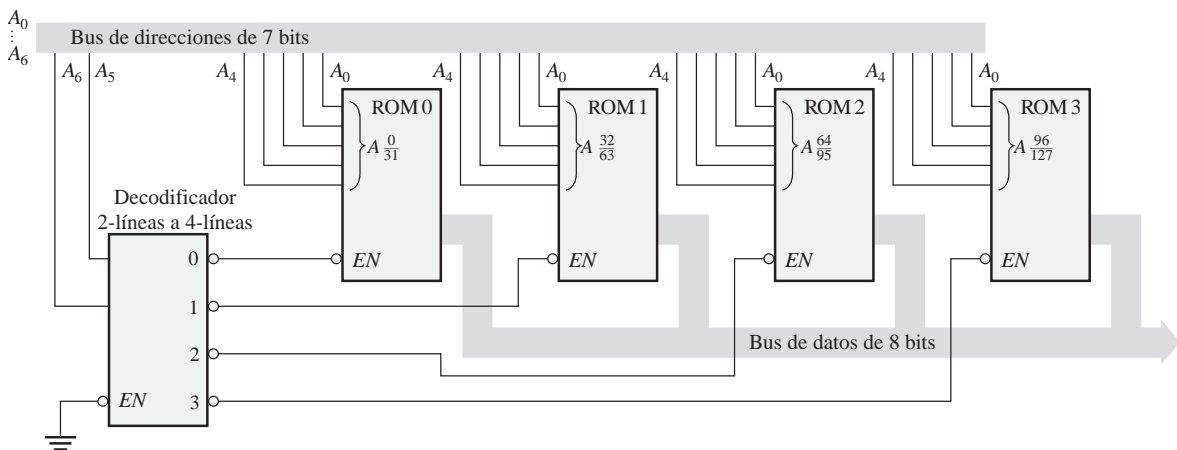

FIGURA 10.87
28. Una ROM de  $128k \times 8$  se implementa como se indica en la Figura 10.87. El decodificador decodifica los dos bits de dirección más significativos para habilitar una de las ROM cada vez, dependiendo de la dirección seleccionada.
29. Suponer que se ejecuta una prueba de suma de comprobación en la memoria de la Figura 10.87 y que cada ROM tiene su suma de comprobación en la dirección más alta. ¿Cuál o cuáles circuitos integrados reemplazaría para cada uno de los siguientes mensajes de error que aparecen en el monitor de vídeo del sistema?